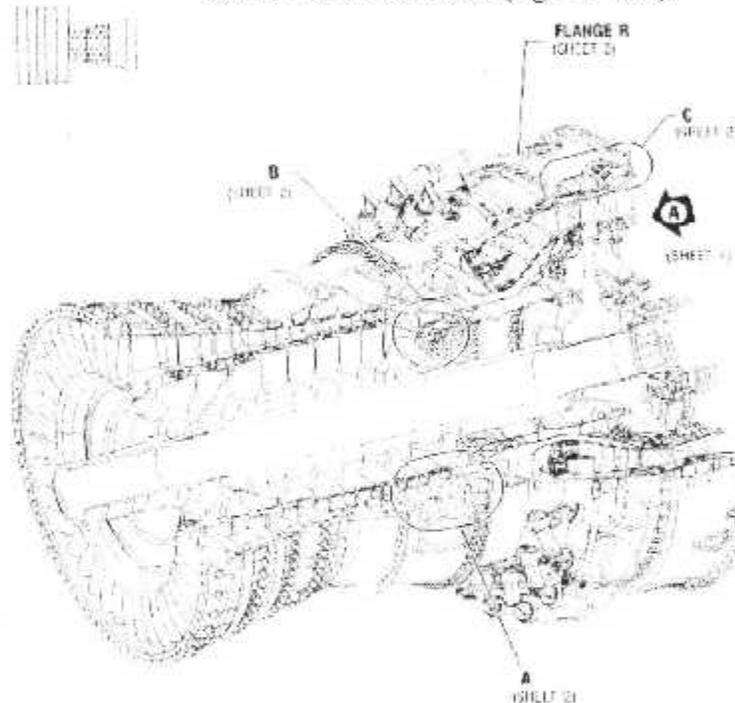

Fig. III. 105 : Démontage des Ecrous, Boulons, Entretoises de Demi Coquille Arrière du HPC au Niveau des Brides Horizontales.
- a. On démonte les écrous, boulons, et les entretoises (rondelles) de demi coquille arrière du HPC au niveau des boudins horizontaux. (fig. III. 105).